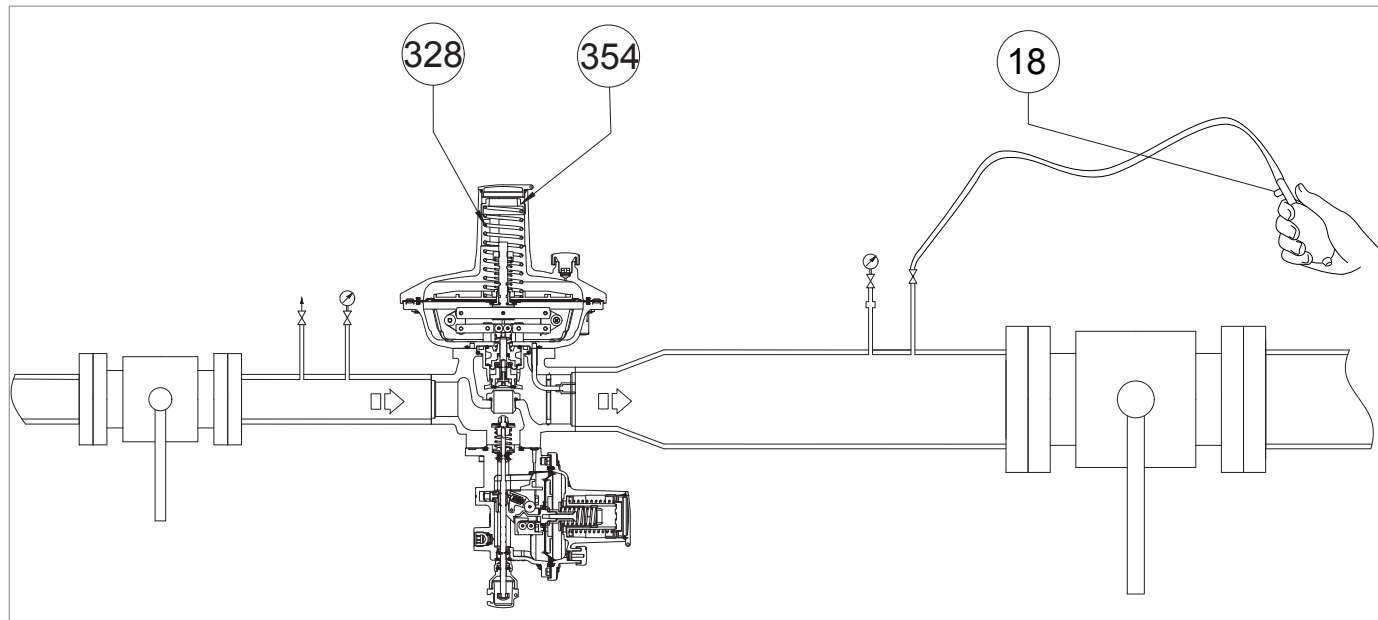
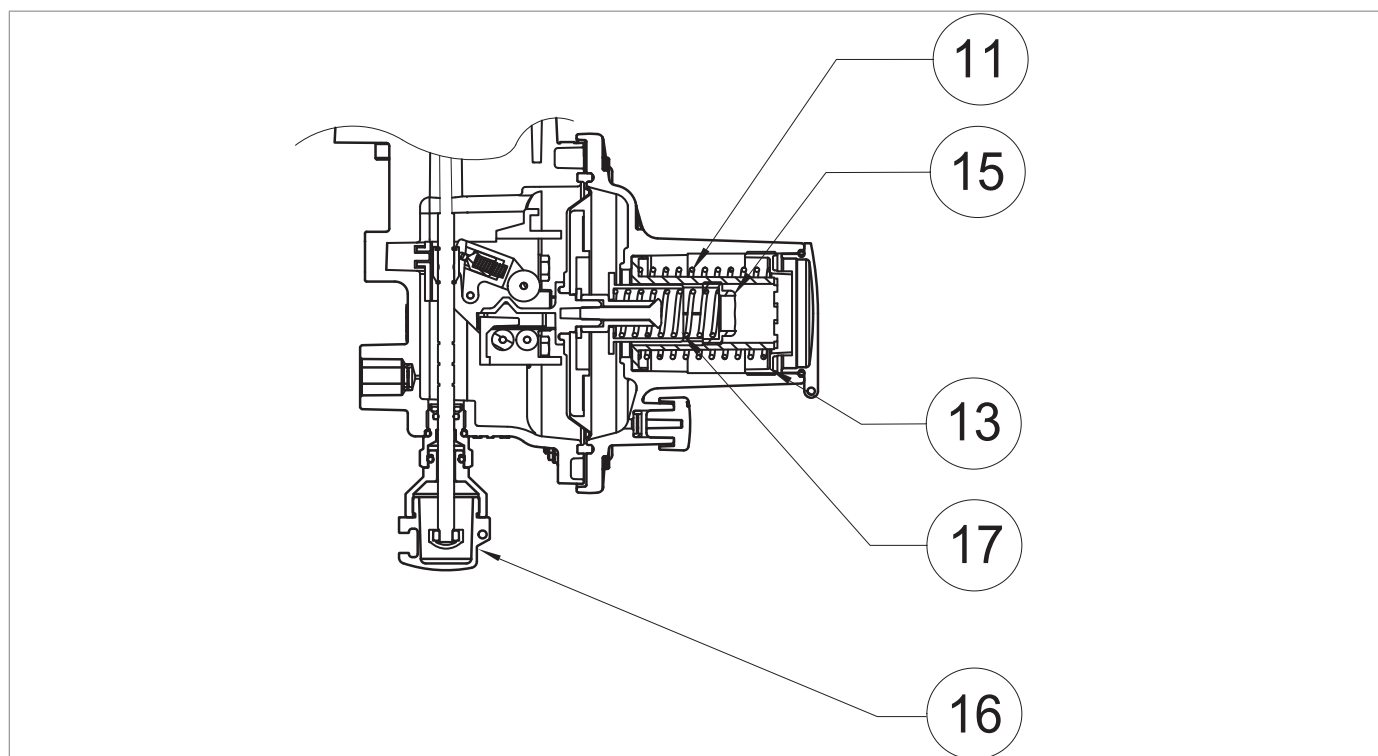
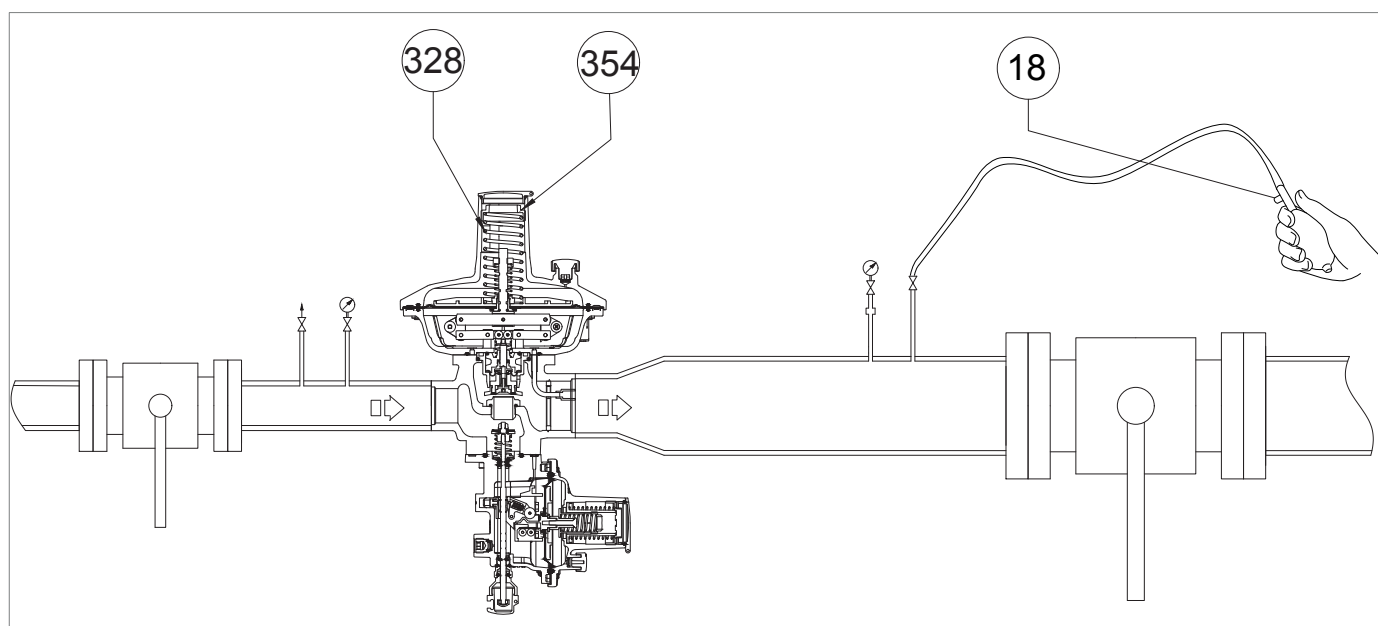

Abb. 8.22. Druckbeaufschlagung mit externer Quelle für eingebautes Absperrventil LA
Abb. 8.20. Druckschalter-Kalibrierverfahren für Absperrventil LA
Abb. 8.21. Druckbeaufschlagung mit externer Quelle für eingebautes Absperrventil LA
Erhöhen Sie den Ausgangsdruck auf den Abschaltwert des Absperrventils, indem Sie eine externe Druckquelle an den Ablasshahn (Abb. 8.20, Bez. 6) an der nachgeschalteten Leitung anschließen und darauf achten, dass ein zusätzlicher Ablasshahn (Abb. 8.22, Bez. 18) geöffnet wird.
1	 HINWEIS! Prüfen Sie den Druck mithilfe des nachgeschalteten Manometers (Abb. 8.20 Ref.5). Wenn das Sicherheitsabsperrventil: • vor dem eingestellten Druckwert auslöst: den Einstellring (13) im Uhrzeigersinn anziehen , um die Feder (11) stärker zusammenzudrücken; • bei dem eingestellten Druckwert nicht auslöst: den Einstellring (13) lösen (gegen den Uhrzeigersinn), um die Feder (11) zu entspannen.
2	Den Druck im nachgeschalteten Teil durch Öffnen des zusätzlichen Ablasshahns verringern (Abb. 8.22, Ref. 18), um ihn auf den Einstellwert des Hauptreglers zu bringen.
3	Schließen Sie den zusätzlichen Ablasshahn (Abb. 8.22, Ref.18).
6	Trennen Sie die externe Druckquelle vom Ablasshahn (Abb. 8.20, Ref. 6).
1	Öffnen Sie den Ablasshahn (Abb. 8.20, Ref. 6) teilweise zum Entlüften in die Atmosphäre und lassen Sie ihn für die nächsten Schritte geöffnet.
2	Drehen Sie die Einstellringmutter (Abb. 8.20, Bez. 3) am Regler gegen den Uhrzeigersinn, um den Ausgangsdruck (Pd) auf den für die Funktion des Absperrventils erforderlichen Mindestdruck zu senken.
3	Falls erforderlich, entfernen Sie die Endkappe (Abb. 8.22, Ref. 354) zusammen mit der Einstellringmutter und nehmen Sie die Einstellfeder (Abb. 8.22, Ref. 328) ab.  HINWEIS! Prüfen Sie den vom nachgeschalteten Manometer (Abb. 8.20, Bez. 5) angezeigten Wert für den Abschalt- druck des Absperrventils.
4	Wenn das Sicherheitsabsperrventil: • vor dem eingestellten Druckwert auslöst: den Einstellring (Abb. 8.21, Ref. 15) lösen (gegen den Uhrzeigersinn), um die Feder (Abb. 8.21, Ref. 17) zu entspannen; • bei dem eingestellten Druckwert nicht auslöst: den Einstellring (Abb. 8.21, Ref. 15) (im Uhrzeigersinn) anziehen, um die Feder (Abb. 8.21, Ref. 17) stärker zusammenzudrücken.
5	Nachdem Sie sich vergewissert haben, dass das Absperrventil auf den eingestellten Wert arbeitet, gehen Sie wie folgt vor: 1. Schließen Sie den Entlüftungshahn (Abb. 8.20, Ref. 6) 2. Positionieren Sie die Einstellfeder (Abb. 8.21, Ref. 328), die Endkappe (Abb. 8.22, Ref. 354), den Einstellring (Abb. 8.20, Ref. 3) 3. Langsam das vorgelagerte Absperrventil (V1) öffnen, bis der Ausgangsdruck (Pd) den Einstellwert des Reglers erreicht hat (siehe Manometer hinter dem Ventil (Abb. 8.20 Ref. 5)) 4. Das vorgeschaltete Absperrventil (V1) schließen 5. Öffnen Sie langsam und teilweise das Entlüftungsventil (Abb. 8.20, Bez. 6), um den Ausgangsdruck zu verringern, indem Sie das nachgeschaltete Manometer (Abb. 8.20, Bez. 5) zu Rate ziehen, bis der minimale Druckauslösewert erreicht ist. 6. Überprüfen Sie die korrekte Einstellung der Feder für minimalen Druck, indem Sie die Schritte 2-3-4 mindestens dreimal wiederholen 7. Führen Sie die Kalibrierung des Hauptreglers gemäß dem Abschnitt „8.5 - Verfahren zur Inbetriebnahme des Reglers“ durch.
6	Öffnen Sie das Absperrventil durch Drehen des Rückstellknopfes (Abb. 8.21, Ref. 16) und halten Sie es manuell geöffnet.
7	Drehen Sie die Einstellringmutter (Abb. 8.20, Ref. 3) im Uhrzeigersinn, um den Druck hinter dem Ventil auf die Reglereinstellung zu erhöhen.
9	Schließen Sie den Ablasshahn (Abb. 8.20, Ref. 6)